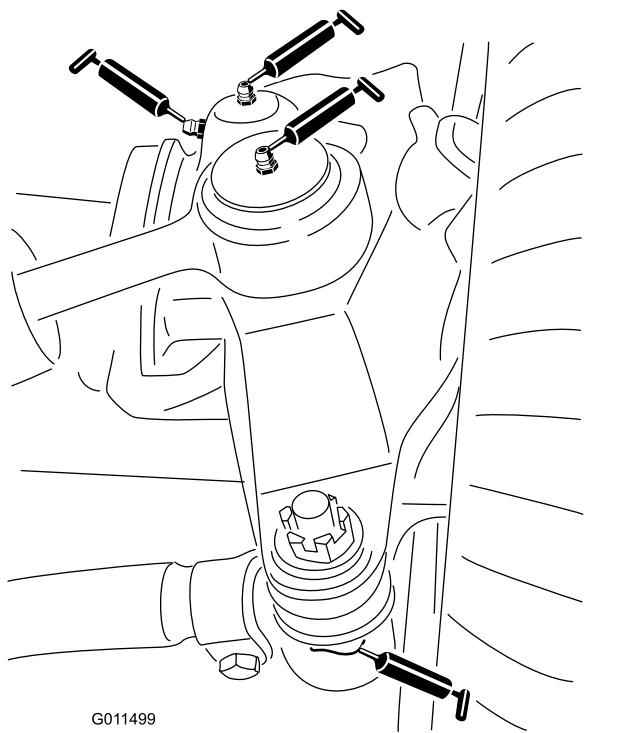

Bild 58
- Zwei Lenkzylinder-Kugelgelenke (Bild 58)
- Zwei Spurstangen-Kugelgelenke (Bild 58)
- Zwei Achsschenkelbüchsen (Bild 58).